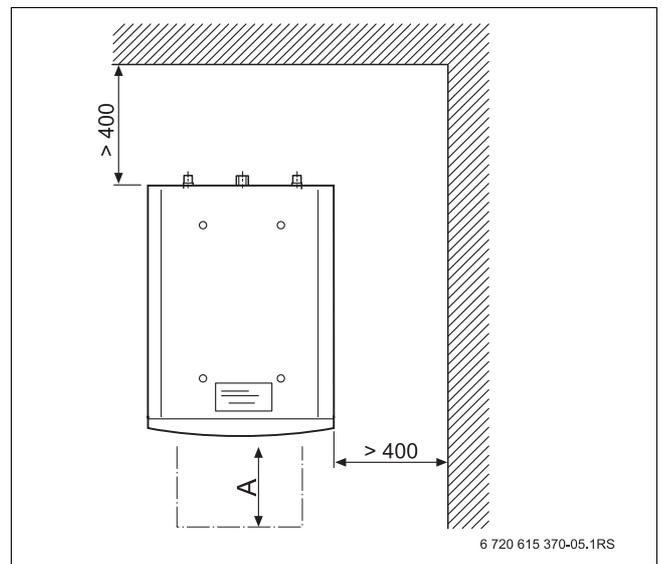

Fig. 5 Distanza minima dalla parete (in mm)
Per la posa dell'accumulatore-produttore di acqua calda rispettare le distanze minime per il montaggio e la manutenzione (→ fig. 5). Considerare anche la distanza minima di montaggio della caldaia. Per la sostituzione dell'anodo di magnesio (in caso di manutenzione) è necessario lasciare uno spazio libero sufficiente (→ tab. 3) davanti all'accumulatore-produttore di acqua calda.
- Mantenere la distanza minima dalla parete (→ fig. 5).